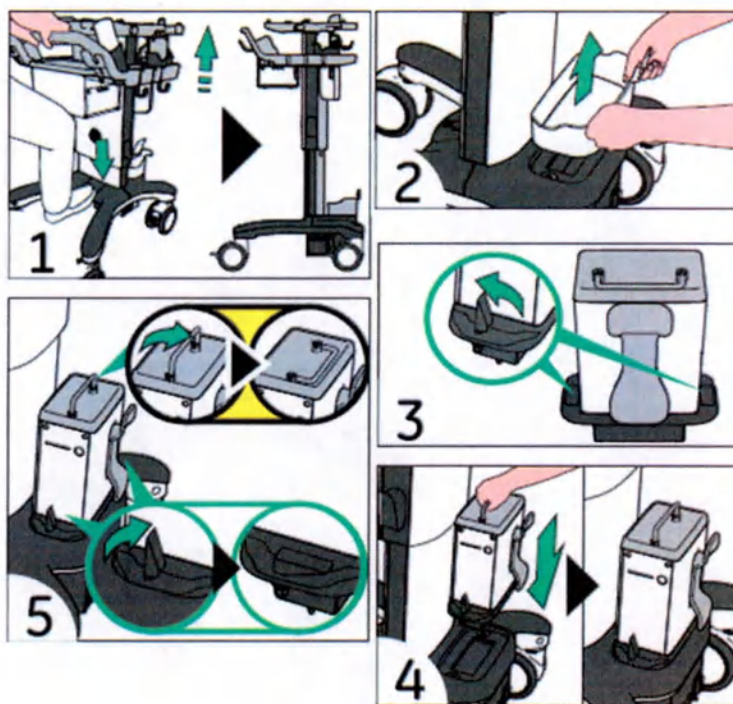

Рис. 3-32. Установка блока резервного питания
1. Чтобы отрегулировать высоту тележки, возьмитесь за ручку обеими руками, нажмите ногой на педаль и установите нужную высоту. См. изображение 1 на Рис. 3-32.
2. Обеими руками снимите корзину сзади у основания тележки. См. изображение 2 на Рис. 3-32.
3. Отожмите вверх 2 выступающие защелки на блоке резервного питания. См. изображение 3 на Рис. 3-32.
4. С помощью складной ручки перенесите блок резервного питания на тележку. См. изображение 4 на Рис. 3-32.
5. Сложите складную ручку и защелкните 2 выступающие защелки. См. изображение 5 на Рис. 3-32.